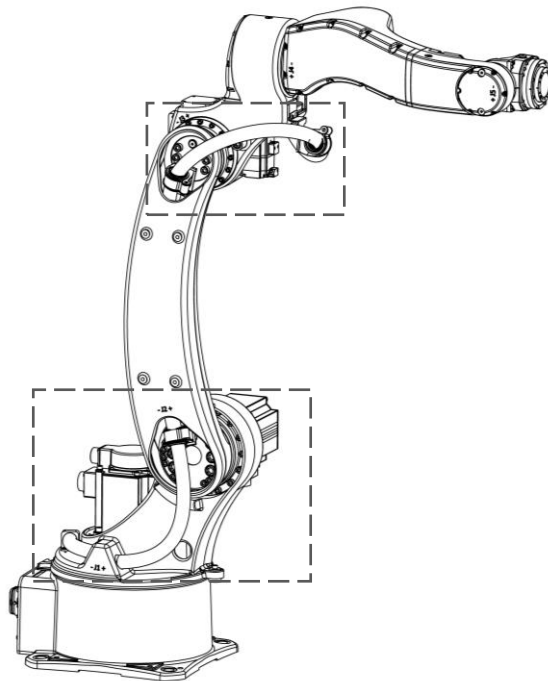

图 13-1 操作机外部线缆
3. 检查如图 13-1 所示方框内被护线管包裹的操作机外部线缆。